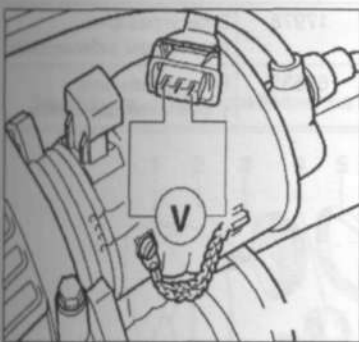

Рис. 3.44. Присоедините мультиметр с помощью проводов от V.A.G 1594 к наружным контактам разъема проводки.
2. Присоедините мультиметр с помощью проводов от V.A.G 1594 к наружным контактам разъема проводки (рис. 3.44).